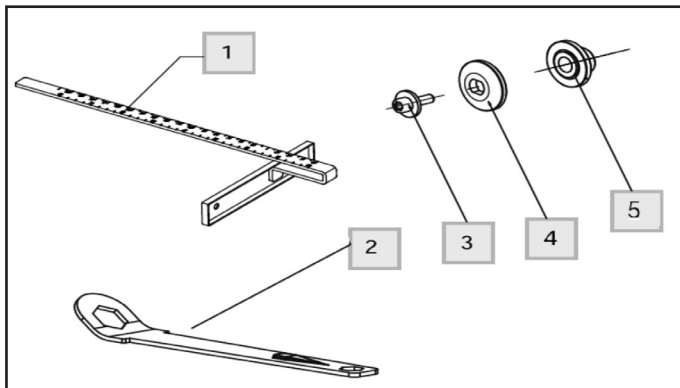

Рис. 3
3. С помощью ключа (поз. 2, рис. 3) открутить болт (поз. 3, рис. 3)
5. Снять шайбу прижимную (поз. 4, рис. 3) и пильный диск
Для регулировки параллельной направляющей (поз. 1, рис. 3) ослабьте